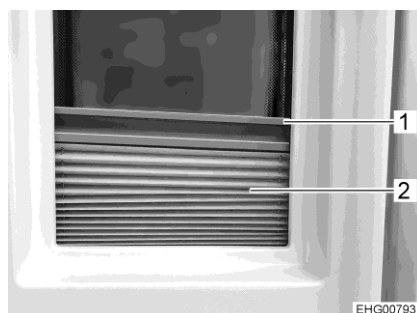

Fig. 59 Dispositif occultant plissé
- Saisir le dispositif occultant plissé (Fig. 59,2) par le centre de la barre-poignée (Fig. 59,1), le tirer du bas vers le haut et le relâcher à la hauteur voulue. Le dispositif occultant plissé reste alors à cette hauteur.